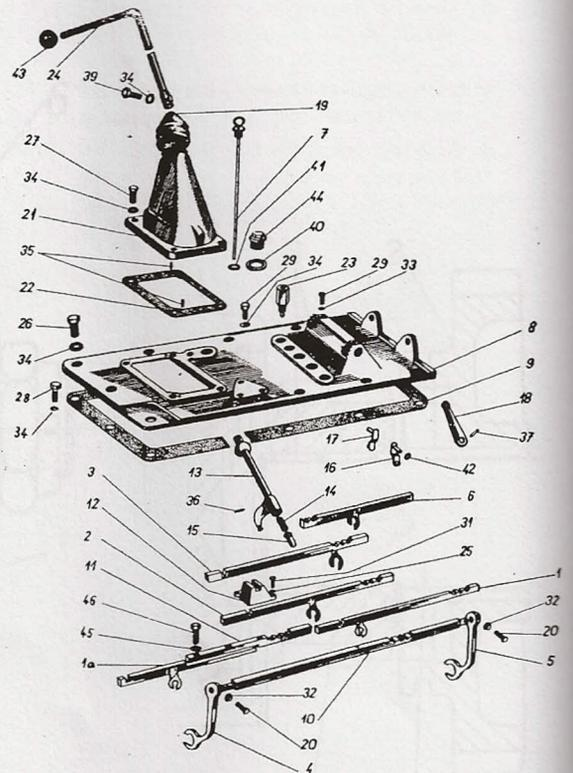

Fig. 109
1. Retirer le soufflet (fig. 109/19), dévisser la vis de serrage M 8×22 (fig. 109/39) et déconnecter le levier de changement complet.
4. Dévisser et retirer la jauge à huile (fig. 109/7).
6. Dévisser les quatre vis M 8×43 (fig. 109/27) du couvercle de la boîte de vitesses et enlever le logement du mécanisme de changement des vitesses (fig. 109/13) en appliquant des coups légers (fig. 109/21) hors du couvercle de la boîte de vitesses.
8. Dévisser les onze vis M 8×22 de la boîte de vitesses (fig. 109/26). Grâce à cette opération, on dégage aussi la tôle protégeant la conduite électrique dans la partie arrière du tracteur. Soulever et déposer ce couvercle.
Le levier de changement (fig. 109/24) est monté sur le dessous du mécanisme de changement (13) et serré par la vis (39). Sur le ressort (14) est logé l'axe (15) bloqué dans le dessous du mécanisme de changement par la goupille (36).
4. En même temps retirer les fourchettes de commande (des cinquième et quatrième, de troisième et deuxième, de première vitesses et de marche arrière) de leurs logement dans la boîte de vitesses. Retirer ensuite la fourchette de commande du démultiplicateur. Pour faciliter cette opération faire passer le pignon du démultiplicateur sur le pignon de l'arbre cannelé. L'axe de fourchette des quatrième et cinquième vitesses du tracteur Zetor 4511 est conçu en deux pièces (fig. 109/1a/11).